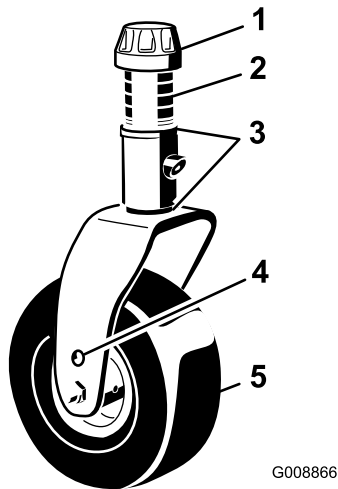

Figura 28
3. Ajuste los suplementos de 3 mm de las horquillas de las ruedas giratorias delanteras hasta que la altura de corte se corresponda con la marca de la pegatina (Figura 28); consulte Ajuste de la altura de corte \(página 27\).